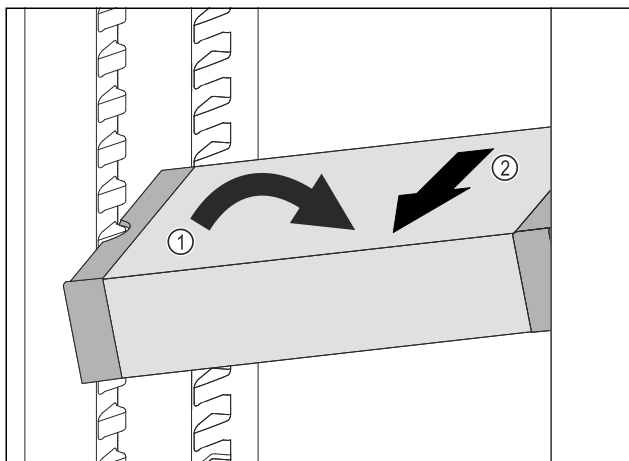

Fig. 139
- ▶ Predal VarioSafe postavite v hladilniku postrani. Fig. 139 (1)
- ▶ Predal VarioSafe izvlecite v smeri naprej. Fig. 139 (2)